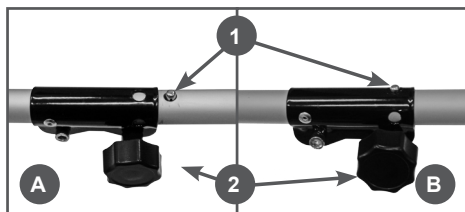

Рис. 5 Установка нижней штанги
3. Ослабьте на соединительной муфте барашковую гайку. Установите нижнюю штангу в соединительную муфту. Кнопку фиксатора на нижней штанге расположите напротив направляющего отверстия на соединительной муфте (Рис. 5А). Вставьте нижнюю штангу в соединительную муфту до упора. Слегка поворачивая штангу, добейтесь, чтобы кнопка фиксатора нижней штанги вышла из направляющего отверстия на соединительной муфте (Рис. 5В). Закрутите барашковую гайку, тем самым обеспечивается плотность соединения.